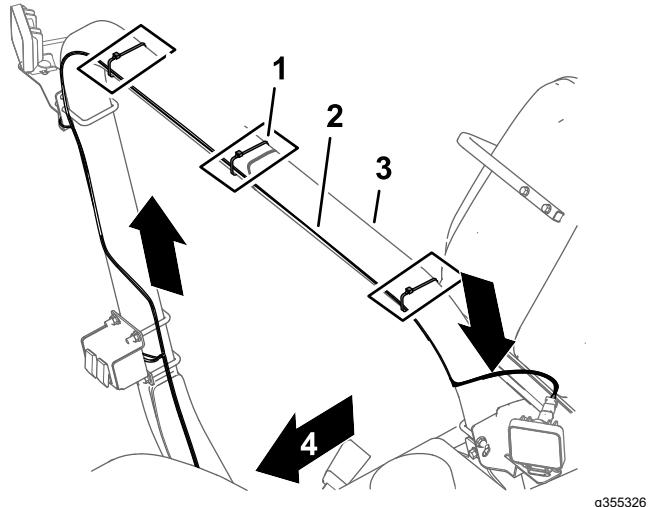
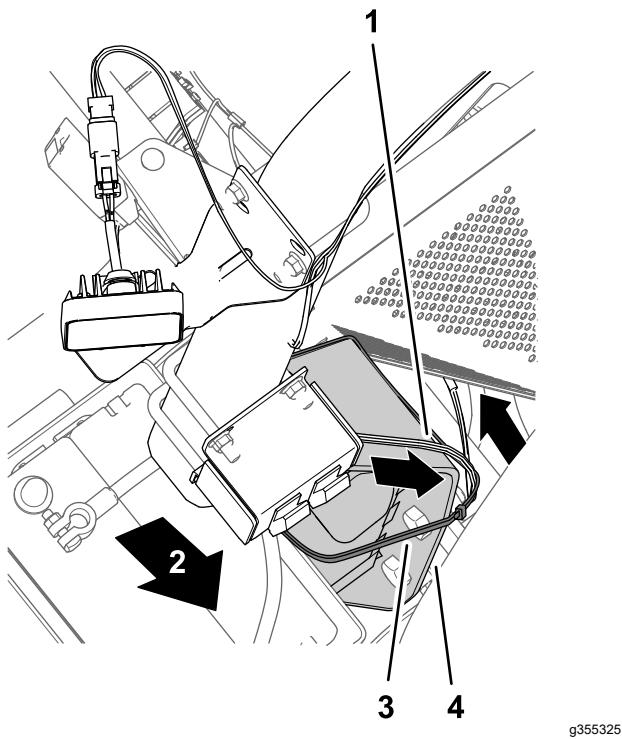
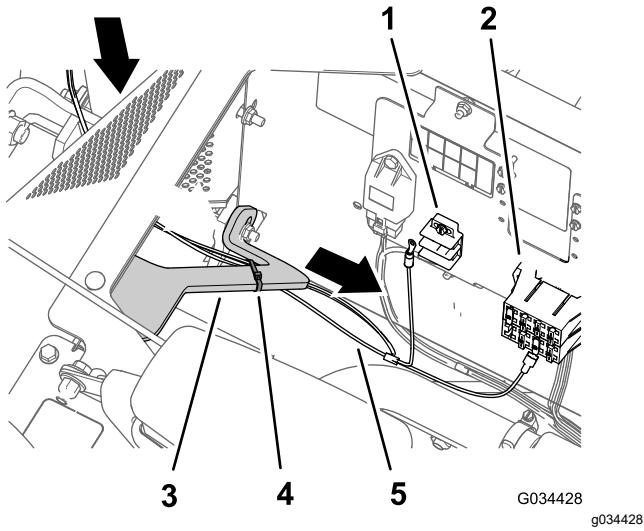

Figure 13
Figure 14
Figure 15
1. Au niveau des interrupteurs, acheminez la branche du faisceau de câblage munie du connecteur à 2 douilles vers le haut et en travers du tube horizontal du système ROPS, comme montré à la Figure 13.
2. Au niveau des interrupteurs, acheminez la branche du faisceau de câblage munie de la borne à douille et de la cosse en anneau vers le bas et l'avant, comme montré à la Figure 14 et la Figure 15.
**Remarque:** Acheminez le faisceau de câblage du kit projecteurs de travail arrière le long du faisceau de la machine (Figure 15).
siège à l'aide d'attache-câbles, comme montré à la Figure 13, la Figure 14 et la Figure 15.
**Remarque:** Rassemblez l'excédent de faisceau sur le support de la base du siège et fixez-le avec un attache-câble, comme montré à la Figure 15.